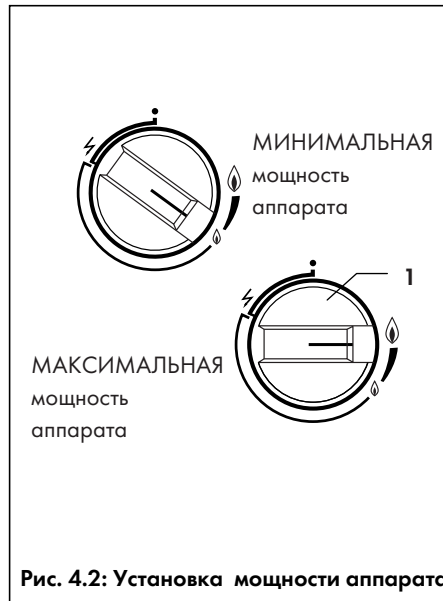

Рис. 4.2: Установка мощности аппарата
- Поверните поворотный переключатель (1) дальше влево против часовой стрелки, установив его из положения ⚡ "РОЗЖИГ" в положение ⬠ ... ⬠ "ГОТОВНОСТЬ К РАБОТЕ". (от минимальной до максимальной мощности аппарата, см. рис. 4.2). При этом запальное пламя остаётся горящим.